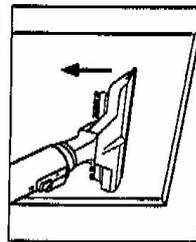

Abb. 20
- Die Gummirolle auf die Scheibe drücken und das Wasser aufsaugen, den Schiebewischer dabei von oben nach unten bewegen (Abb. 20)